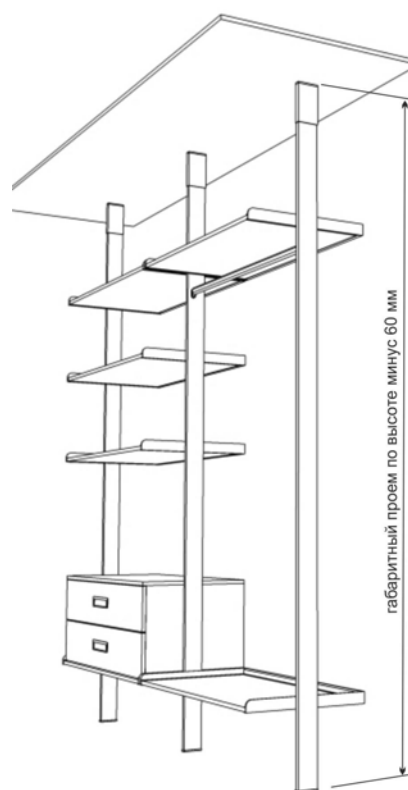

Рис.2
8. При проектировании гардеробной системы с применением креплений пол/ потолок длина несущего профиля должна быть меньше габаритной высоты проема на **60 мм** Рис.2